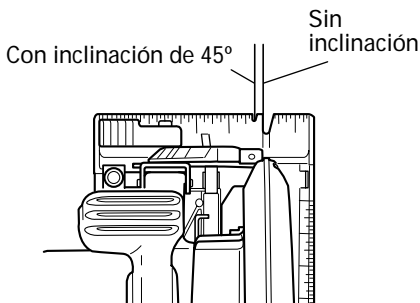

Fig. 13
1. Ponga el cuerpo de la sierra (base) en la madera, y, como se muestra en la Fig. 13, alinee la línea de corte con la cuchilla de la sierra, utilizando la ranura de la parte delantera de la base. Esta relación entre base y madera deberá permanecer inalterada independientemente de la inclinación de la base.
4. Incline la sierra hacia adelante y alinee la ranura (Fig. 13) con la línea guía premarcada.